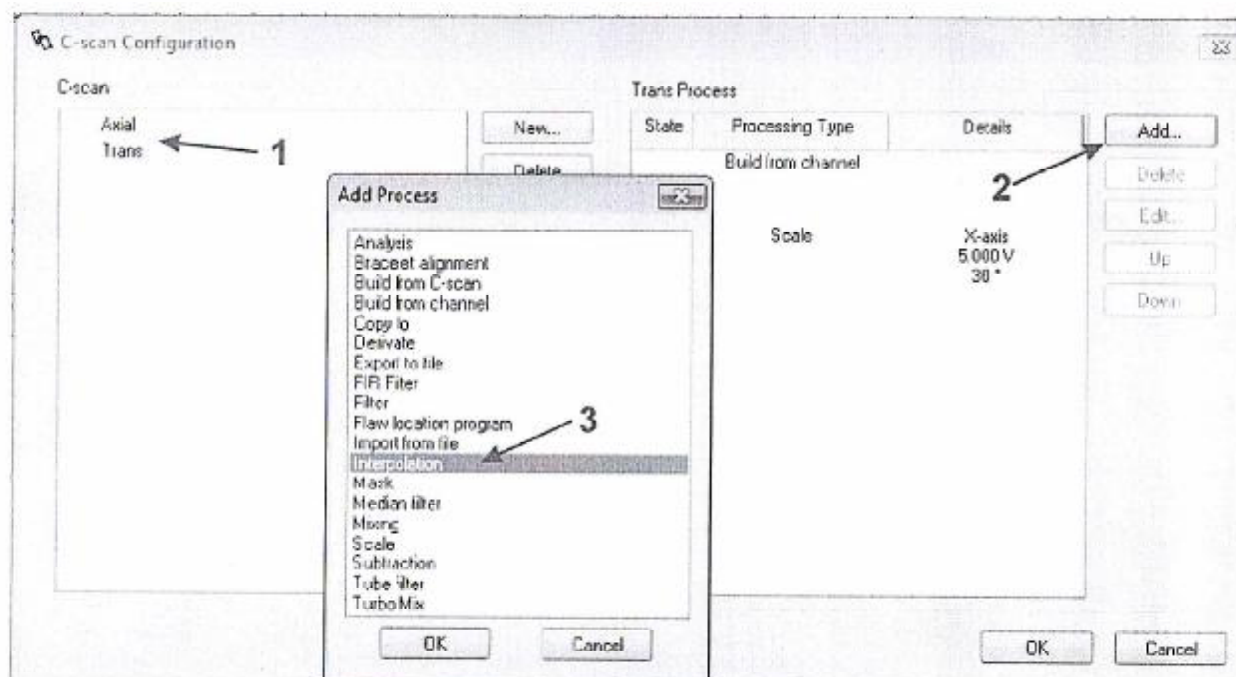

Рисунок 17
8.7.7 Открыть окно «C-scan Configuration» и для каждого «C-scan» выполнить последовательность 1,2,3 (рисунок 17) нажать кнопку «OK».